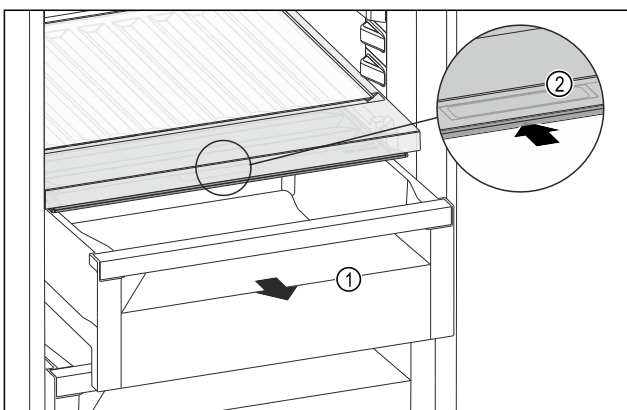

Fig. 145
- ▶ Извлеките выдвижной ящик Fig. 145 (1).
- ▶ Возьмитесь за утопленную ручку Fig. 145 (2) на крышке отделения и одновременно введите крышку отделения назад.